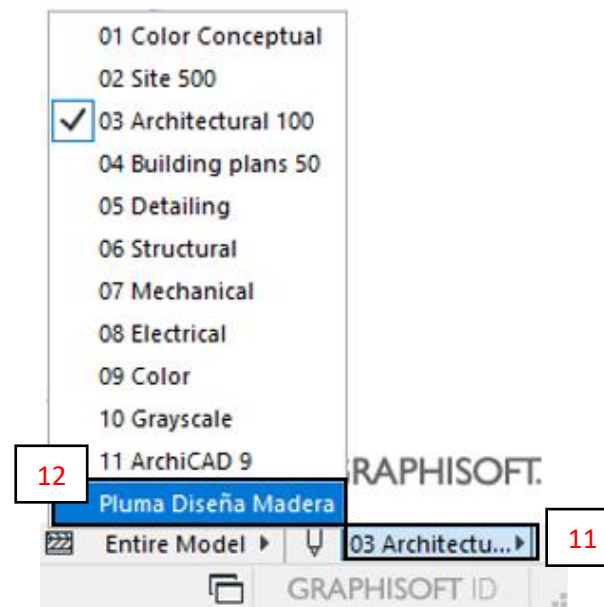

Fig. 12
- I. Si se requiere que la estructura se visualice como en el Archivo Descargable, en la *Barra de Herramientas Inferior*, desplegar el botón **Pens & Colors** (11) y seleccionar el set **Pluma Diseña Madera** (12). (Fig. 12)